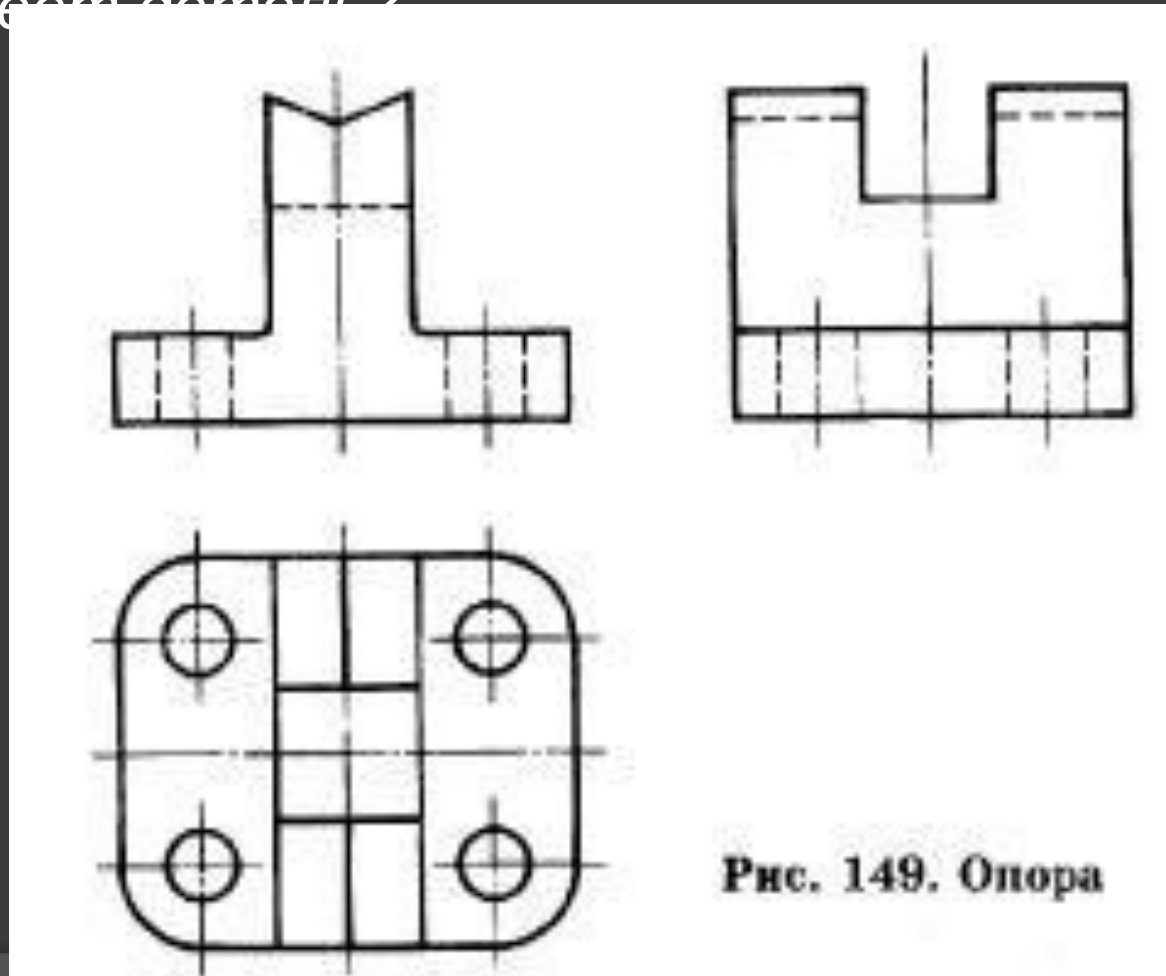

Рис. 149. Опора
4. Прочитайте и выполните чертеж детали «Опора», нанесите размеры на чертеж, сделав замеры изображений (рис. 149). Назовите линии чертежа, которые применялись для выполнения видов. Сколько плоскостей симметрии имеет деталь?